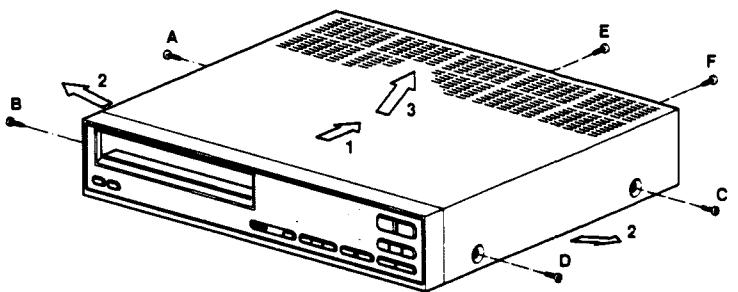

Fig. 2-1
- Die Schrauben A, B, C, D, E und F herauschrauben (siehe Bild 2-1).